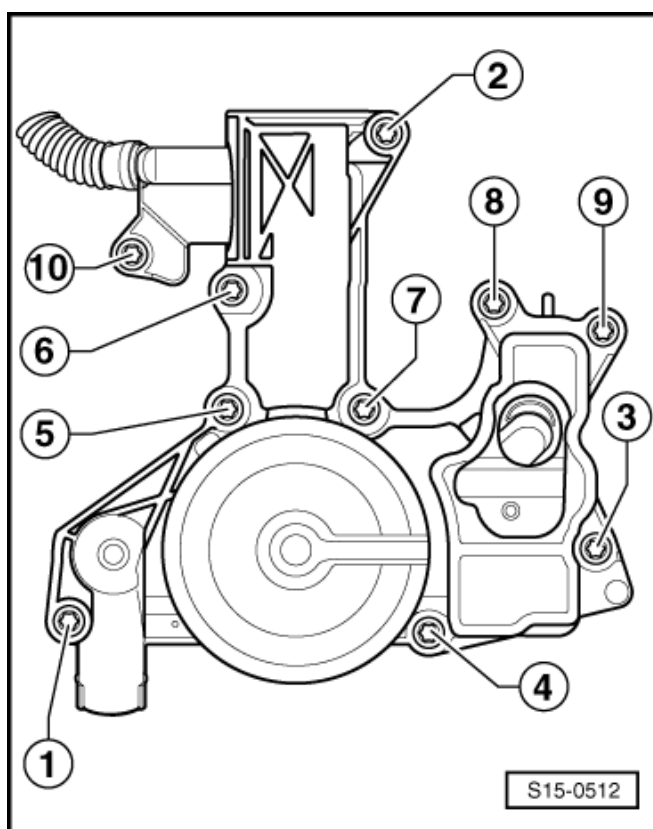

Abb. 2: Zylinderkopf auf Verzug prüfen
- ☐ auf Verzug prüfen ⇒ Abb. 2 in **15-4** Seite 3